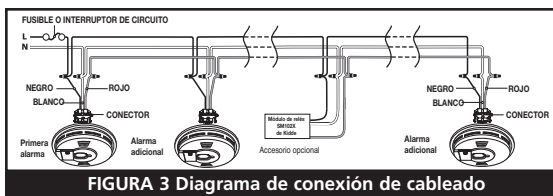

FIGURA 3 Diagrama de conexión de cableado
- La figura 3 ilustra la conexión del cableado. La conexión inadecuada puede resultar en daños a la alarma, fallas de operación o peligro de descarga.